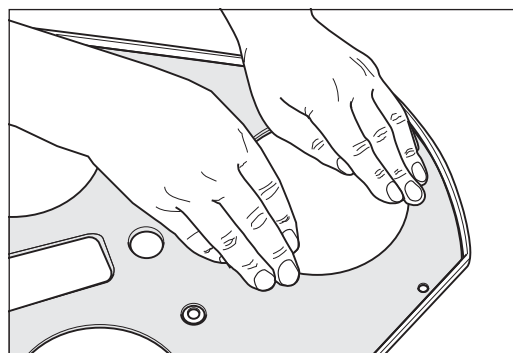

Abb. 109 Die Dichtung sorgfältig andrücken, insbesondere am Rand und im Bereich der großen Ausschnitte für die Tellerriemenscheiben.
- 8 Drücken Sie den Dichtfilz sorgfältig an das Abdeckblech, insbesondere am Rand und im Bereich der großen Ausschnitte für die Tellerriemenscheiben (Abb. 109).